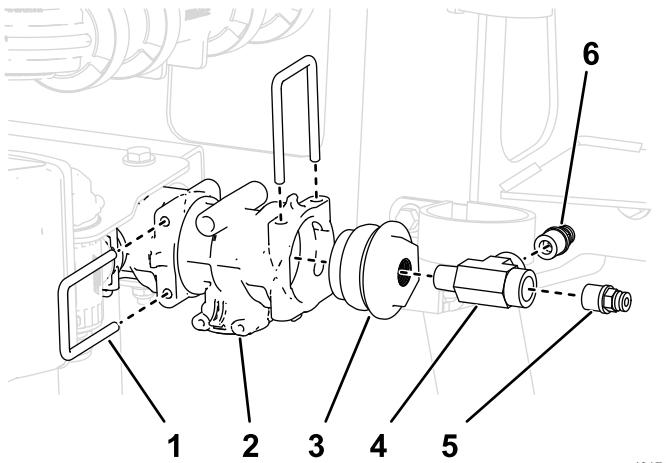

Bild 34
- T-Anschlussstück am Anschlussstückdeckel an (Bild 34).